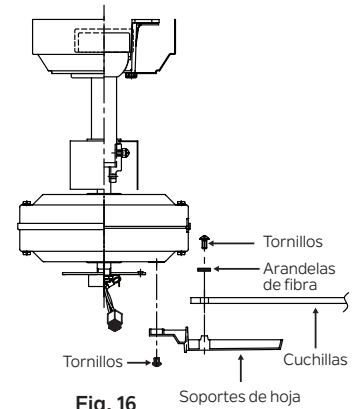

Fig. 16
Paso 1. Fije una cuchilla a un soporte de cuchilla utilizando los tornillos y las arandelas de fibra proporcionadas. (Fig. 16)
Paso 2. Fije cada conjunto de cuchillas al motor utilizando los tornillos de montaje "Preinstalados" en el soporte de la hoja. (Fig 16)